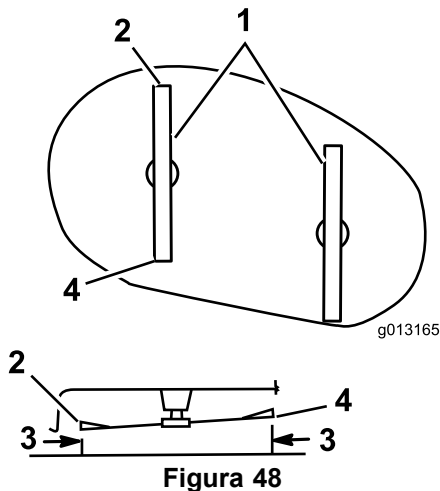

Figura 48
Ruotate con cautela le lame dal lato anteriore a quello posteriore (Figura 48).
7. Misurate la distanza tra la punta anteriore della lama sinistra e la superficie piana (Figura 48).